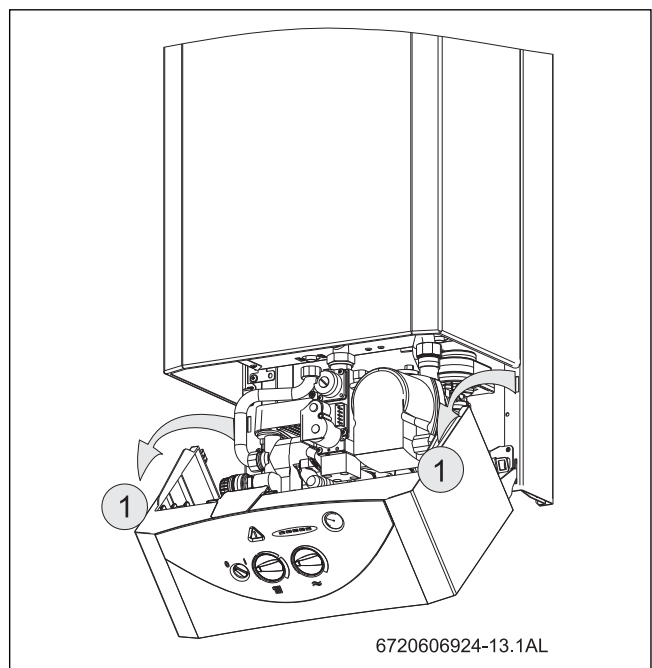

Fig. 51 Posición de servicio para el ajuste del gas
- ▶ Desconectar el interruptor principal (O) del aparato.
- ▶ Colocar el panel de mandos en la posición de servicio (ver Fig. 51).
- ▶ Aflojar el tornillo obturador (3) y conectar el manómetro de columna de agua al racor de medición.